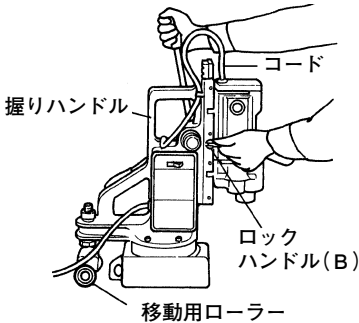

図 3
- 注** ・移動の際は、ロックハンドル(B)を軽く締付け、電気ドリルが動かないよう固定してください。(図3)
本機には運搬を容易にするため、移動用ローラーとサイドハンドルおよび上部には握りハンドルを設けてあります。(図3)